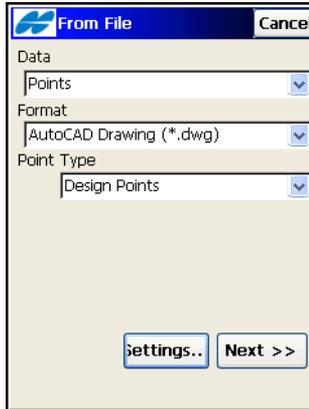

Abbildung 5-13. Aus AutoCAD-DXF
1. Wählen Sie für die Formate *AutoCAD DXF* und *AutoCAD-Zeichnung* den Punkttyp im Fenster *aus Datei* (Abbildung 5-13).